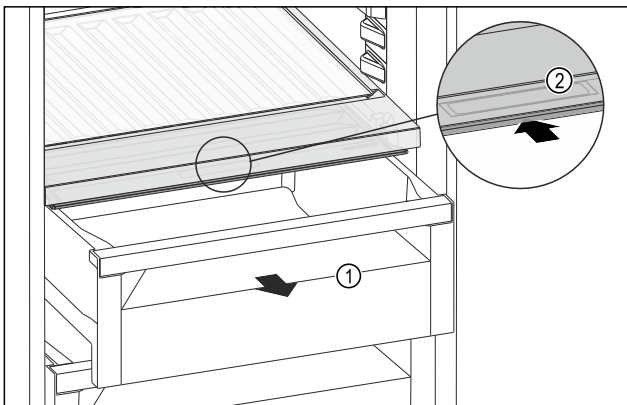

Fig. 134
- Retirer le tiroir Fig. 134 (1).
- Saisir la poignée encastree Fig. 134 (2) du couvercle du compartiment et pousser le couvercle du compartiment vers l'arrière.